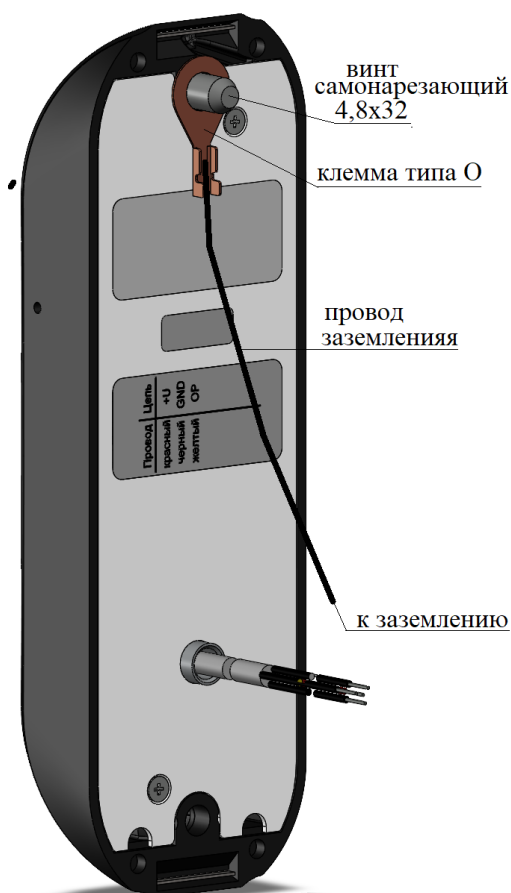

Рис.3 Подключение провода заземления к CRE-71A.
7.2.5. При установке КУ для прохода на придомовую территорию, рекомендуется размещать КУ в местах, защищенных от прямого попадания солнечных лучей, дождя и снега. Установка КУ с использованием провода заземления показана на рис.3. Блок питания размещают в недоступном месте, по возможности максимально близко к электромагнитному замку.